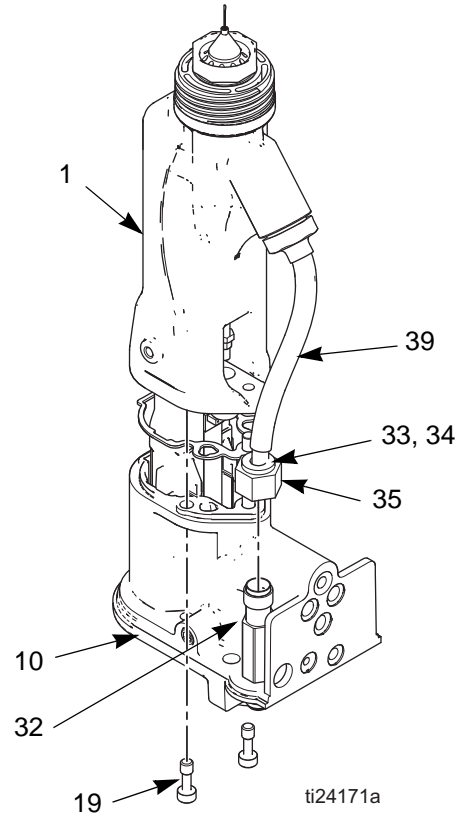

FIG. 24. Namlunun Çıkartılması
2. Hava başlığını sökün, sayfa 28. Tabanca tabakasını (26) sökün.
3. Akışkan bağlantı somununu (35) dikkatlice gevşetin. Tüpü (39) bağlantı elemanının (32) dışına doğru çekin. Her iki yüksük (33, 34) ile somunun borunun üzerinde kaldığından emin olun. Bkz. FIGURE 24.
5. İki vidayı (19) gevşetin. Bkz. FIGURE 24.
6. Tabanca gövdesini (10) bir elinizle tutun ve namluyu (1) çabucak gövdeden çekin. Bkz. FIGURE 24.